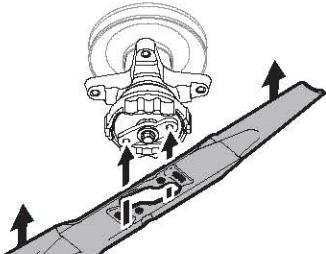

Figura 48
- Posicione la cuchilla debajo del montaje de husillo, y alinee con cuidado el orificio grande del centro de la cuchilla sobre el retenedor de cuchillas del tractor (Figura 48).